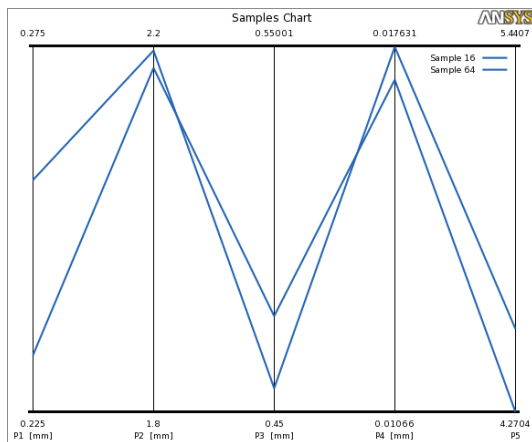

图 25-48 样本图
7) 在 Outline of Schematic C2: Optimization 中, 单击 16 行可以查看样本图, 如图 25-48 所示。